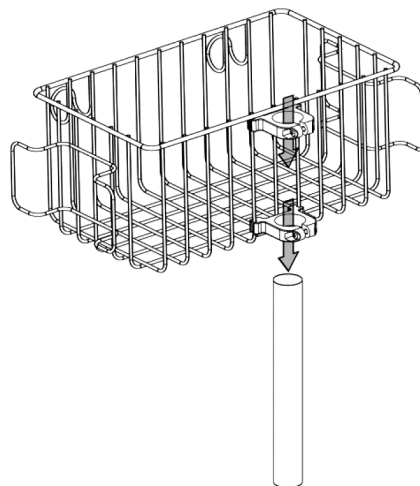
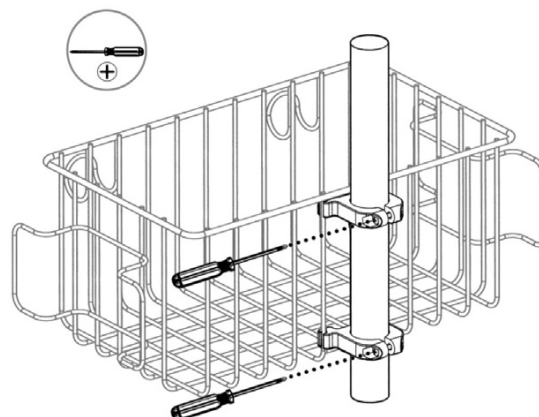

Figure 4 ■ Figure 4 ■ Abbildung 4 ■ Figura 4 ■ Figura 4
Figure 5 ■ Figure 5 ■ Abbildung 5 ■ Figura 5 ■ Figura 5
3. ポストの最上端からポストがクリップを通るようにスライドさせます（28ページの図4を参照）。バスケットの位置を所定の高さに調節します。付属の#8-32機械ねじと六角ナットを使用してクリップを締めます（28ページの図5を参照）。
■ Afbeelding 4 ■ Figur 4 ■ Figur 4 ■ Εικόνα 4 ■ Figura 4
■ Obrázek 4 ■ 4 ábra ■ Rysunek 4 ■ Obrázok 4 ■ Figur 4 ■ Kuva 4
■ Рисунок 4 ■ Slika 4 ■ 图 4 ■ 그림 4 ■ 図4
■ Afbeelding 5 ■ Figur 5 ■ Figur 5 ■ Εικόνα 5 ■ Figura 5
■ Obrázek 5 ■ 5 ábra ■ Rysunek 5 ■ Obrázok 5 ■ Figur 5 ■ Kuva 5
■ Рисунок 5 ■ Slika 5 ■ 图 5 ■ 그림 5 ■ 図5